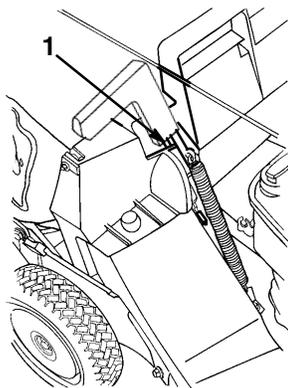

Figure 15
5. Tirer la poignée vers l'avant, puis la rabattre vers l'arrière jusqu'à ce que l'ergot s'engage dans l'encoche du sac (Fig. 15).